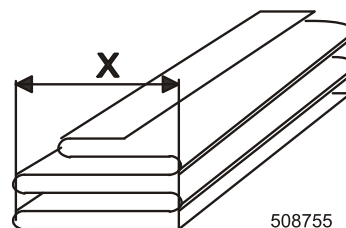

Fig. 4.1.1.A
– etterpå oppgi foldebredde X mellom 25 – 40 cm, fig. 4.1.1.A.
- eller velg 0 cm og etterpå oppgi hvor mange folder du ønsker, fig. 4.1.1.B, foldebredden blir da regnet ut automatisk etter antall folder: